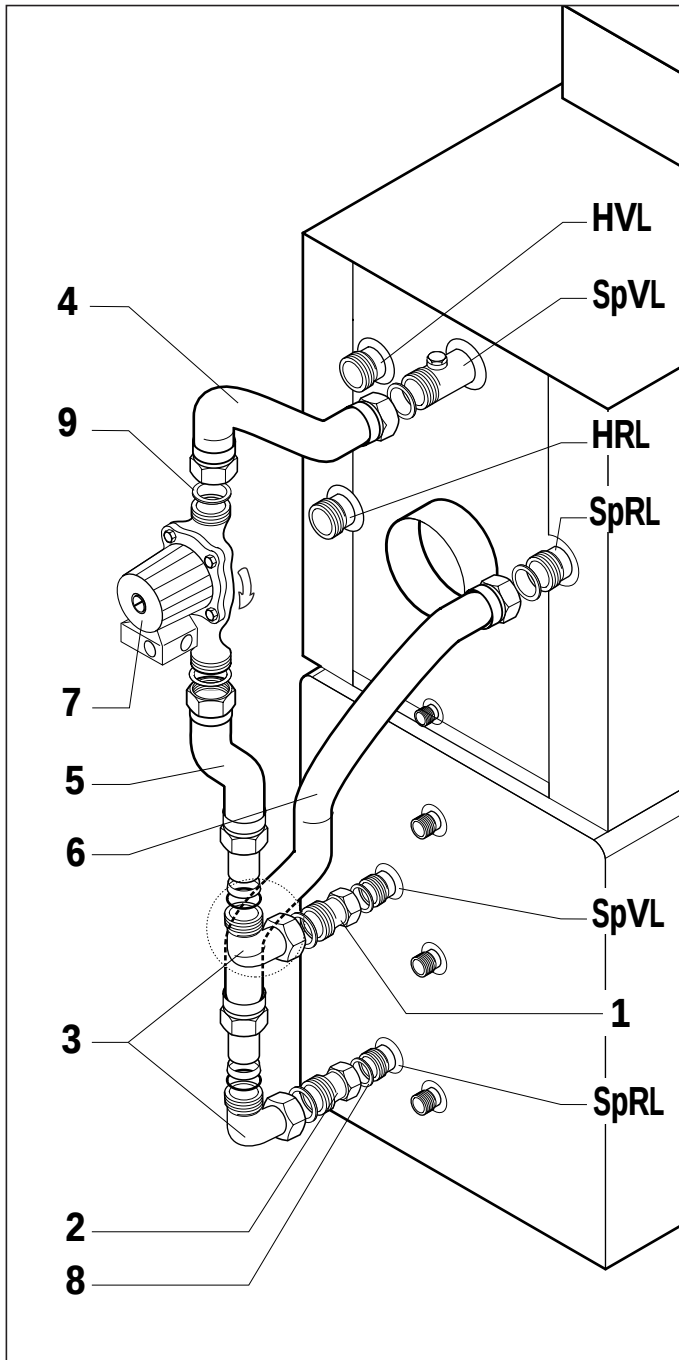

Abb. 1 Montage Speicherladeset Art.-Nr. 305 837
- Die Doppelnippel (1) und (2) werden mit Hanf am Speichervor- (SpVL) bzw. -rücklaufstutzen (SpRL) des VIH H-Speichers aufgeschraubt. Die Winkel (3) werden durch Klemmringverschraubungen mit den Rohrbögen (4) und (6) verbunden.
- Alle anderen Verschraubungen sind flachdichtend und gemäß Abb. 1 zu montieren.